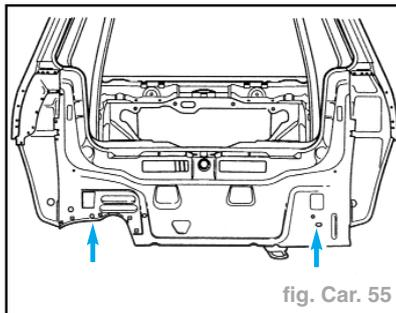

fig. Car. 55
- Mettre en place les rivets filetés (flèches) avec l'outil **VAG 1765 B** (fig. Car. 55).